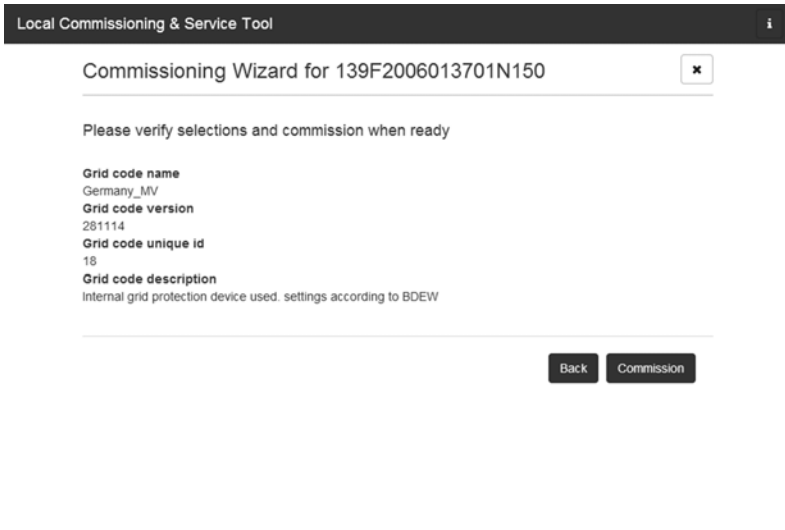

Imagen 13: LCS-Tool - confirmación de país y código de red
9. La LCS-Tool solicita una confirmación del país y el código de red seleccionados. (consulte la imagen 13). Utilice el botón **[Back]** y la posibilidad de cambiar los ajustes en las ventanas anteriores para realizar cambios en la configuración.